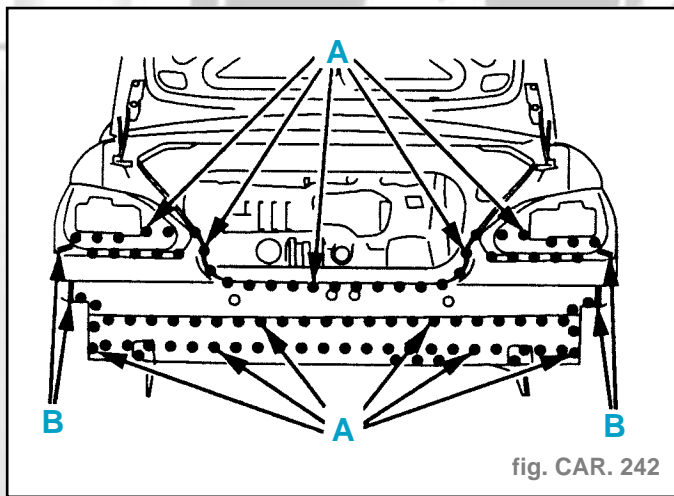

fig. CAR. 242
- Souder par points électriques (suivant A) (fig. CAR 242)